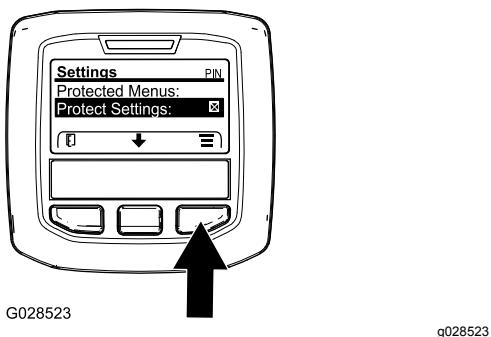

Figura 12
1. Desde el menú PRINCIPAL, utilice el botón central para desplazarse hacia abajo hasta el menú CONFIGURACIÓN y pulse el botón derecho (Figura 12).